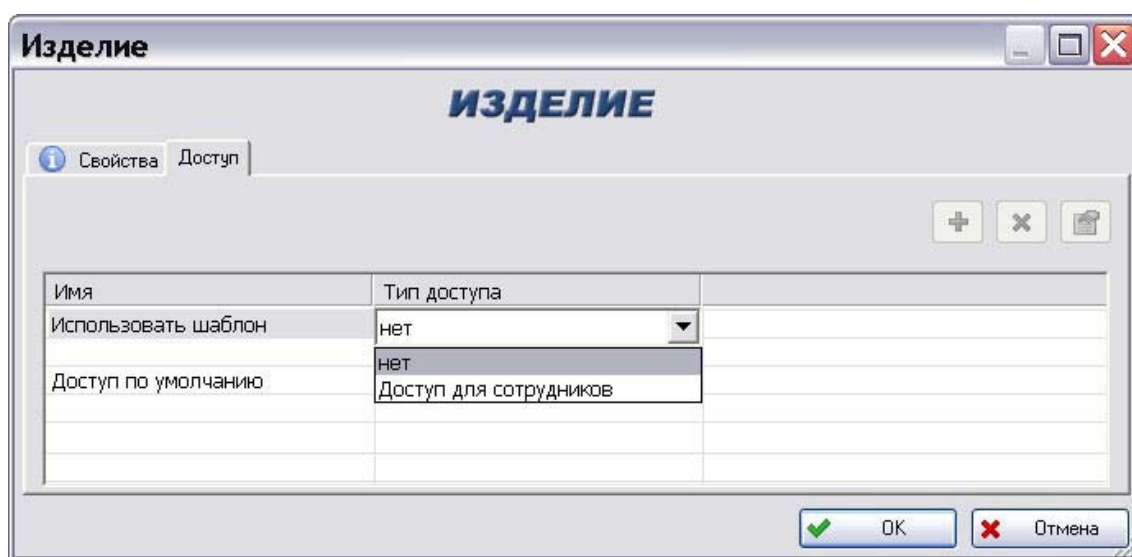

Рис. 33
2. Из появившегося списка типов доступа выберите название шаблона (Рис. 33). Шаблоны доступа создаются в модуле **Настройка словарей БД**. В нашем примере имеется один шаблон «Доступ для сотрудников».